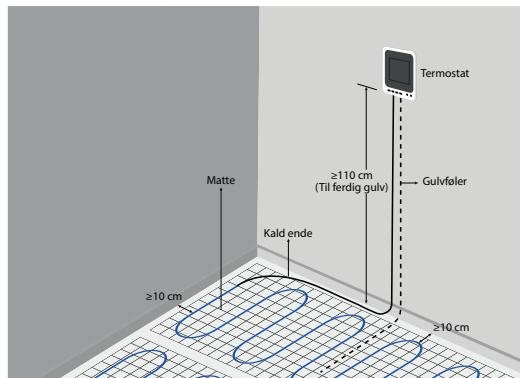

Fig.4
5.2.10 Plassere gulvføleren mellom to sløyfer på varmematten (fig.4). Gulvføleren skal føres i korrugert rør og blendes i enden slik at føleren kan byttes ut om nødvendig. Korrugert rør med gulvføler skal ikke kryssse eller overlappes varmekabelen.